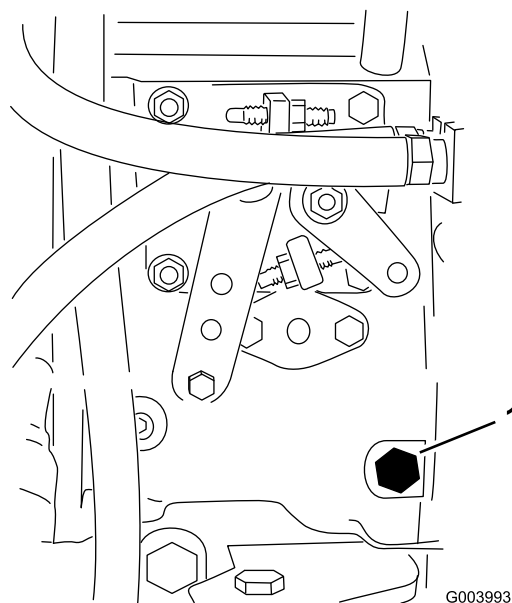

Figura 36
3. Con una chiave di 12 mm aprite la vite di spurgo dell'aria, situata sulla pompa di iniezione del carburante (Figura 36).